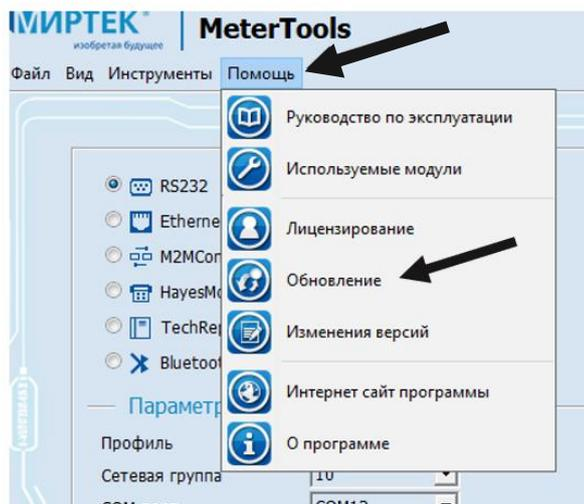

Рисунок 1.1 – Функция обновления в ПО «MeterTools»
1.2 При каждом запуске программа будет проверять обновление при наличии подключения по сети Интернет. При необходимости можно запустить обновление вручную (рис. 1.1).